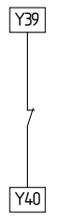

Fig. 5
**Abbreviazione del ritardo (vedere Fig. 5)**